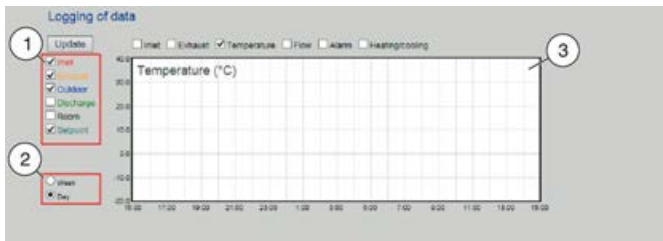

Fig. 37: Selección de valores medidos
3. ▶ Haga clic en "Semana" o "Día", según el período para el que desee ver los valores medidos (Fig. 37 /2).
4. ▶ Seleccione el parámetro para el que desea ver los valores medidos (Fig. 37 /1).
5. ▶ Haga clic en el diagrama (Fig. 37 /3) para ampliar la visualización.